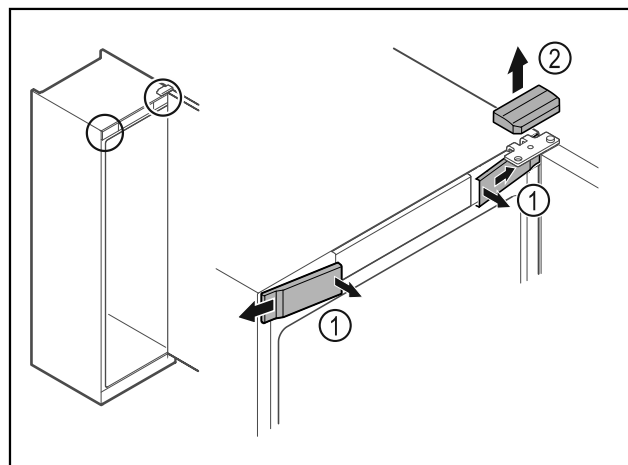

Fig. 10
- ▶ Klik de forreste indvendige afdækninger Fig. 10 (1) ud, og tag dem af i siden.
- ▶ Tag den øverste afdækning Fig. 10 (2) af opefter.